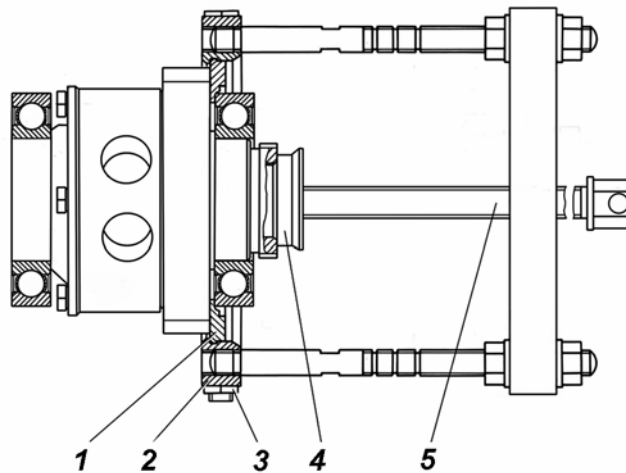

Рис. 4.30. Снятие подшипника с шестерни дифференциала: 1 – вкладыш; 2 – опора; 3 – гайка; 4 – подпятник; 5 – винт
- спрессовать съемником шариковые подшипники с шестерни и коробки сателлитов дифференциала (рис. 4.30);